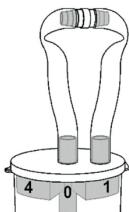

Abb. 4
9. Conectați ferm ambele capete ale furtunului cu ajutorul conectorului pentru furtun. Capcana de aspirație a polipilor este astfel etanșă (Fig. 4).